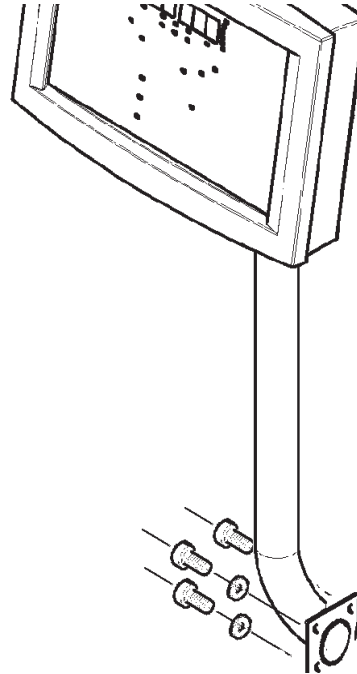

Figura 9
2. Gire la torre 180° en sentido horario y vuelva a reinstalar los 3 pernos, vea la Figura 9.